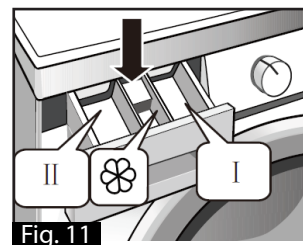

Fig. 11
- Le tiroir à détergent est séparé en 3 compartiments (Fig. 11) :